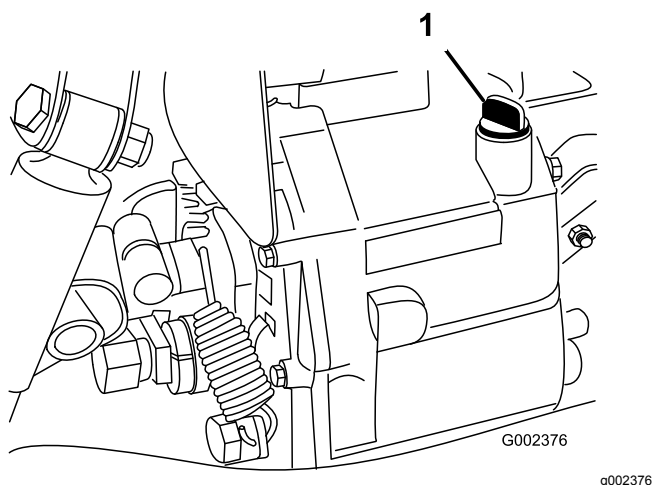

Рисунок 64
4. Очистите область вокруг отверстия для масломерного щупа (**Рисунок 64**).